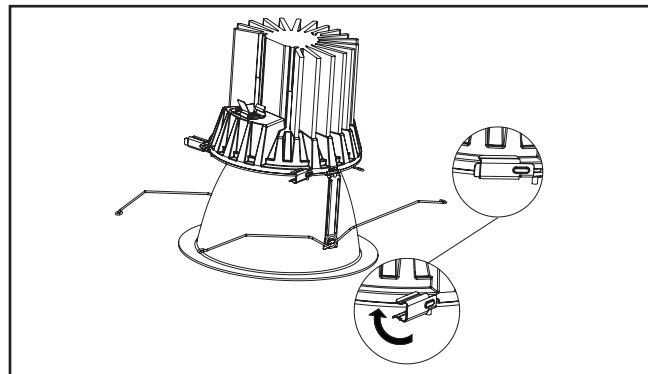

Figure 6.
5. Tournez les attaches latérales (3) en place pour fixer l'assemblage de la garniture au moteur lumineux à DEL en toute sécurité (Figure 6).